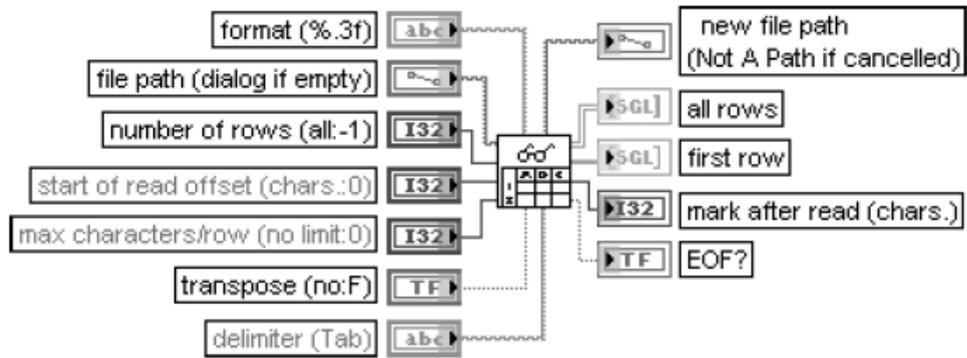

Рис.7.7. – Чтение файла табличного формата
- **Read From Spreadsheet File** - считывает определенное число строк от начального смещения start of read offset и преобразует данные в 2D массив числовых данных одинарной точности. Этот ВП можно использовать для чтения таблицы символов, сохраненной в текстовом формате. Структурная схема показана на рис.7.7.